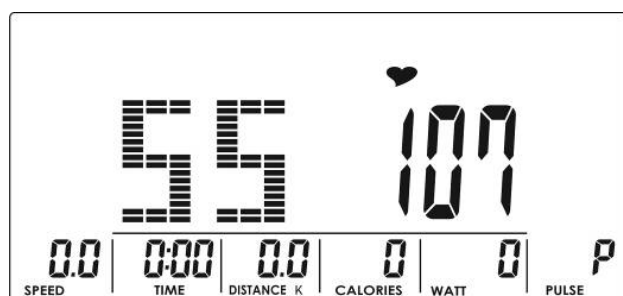
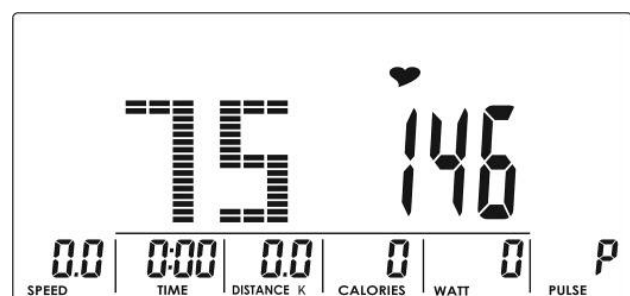
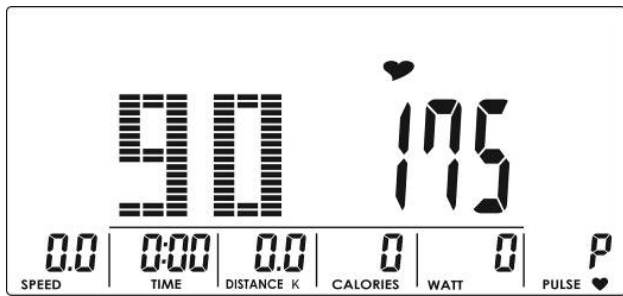
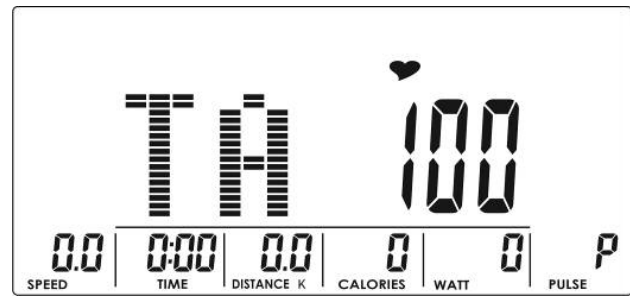

Abbildung 11
Abbildung 12
Abbildung 13
Abbildung 14
- (1) Wählen Sie ein Trainingsprogramm mit den UP oder DOWN Tasten. Wählen Sie H.R.C. und bestätigen Sie mit MODE / ENTER.
- (2) Wählen Sie 55 % (Abb. 11), 75 % (Abb. 12), 90 % (Abb. 13) oder TAG (Zielherzfrequenz, Vorgabewert: 100) (Abb. 14) mit den UP oder DOWN Tasten. Wenn Sie TAG auswählen, geben Sie einen Wert von 30 bis 230 mit den UP oder DOWN Tasten ein.
- (3) Geben Sie die Trainingszeit mit den UP oder DOWN Tasten ein.
- (4) Drücken Sie START / STOP, um das Training zu starten oder zu unterbrechen. Drücken Sie RESET, um zum Hauptmenü zurückzugelangen.